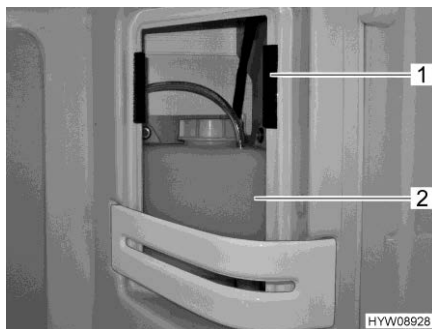

Fig. 176 Vaso d'espansione del riscaldamento ad acqua calda (vano doccia)
- Se il vaso d'espansione si trova nel vano doccia: Rimuovere la copertura del vaso d'espansione (Fig. 176,2) a destra e in alto nella doccia. La copertura è fissata con velcro (Fig. 176,1).